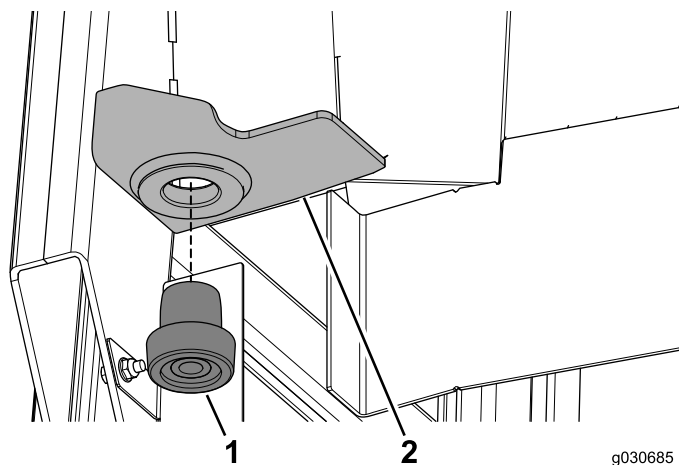

图 11
1. 将橡胶隔振器按入驾驶室机架左后底座的孔中**图 11**。